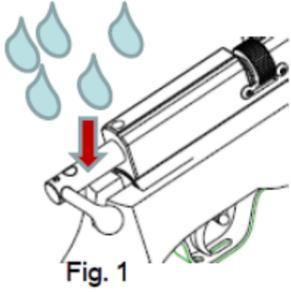

Fig. 1
- NOTA: Es muy importante engrasar muy a menudo el sistema de cerrojo (ver fig. 1). En caso de realizar algún cambio de juntas se recomienda usar grasa de silicona.